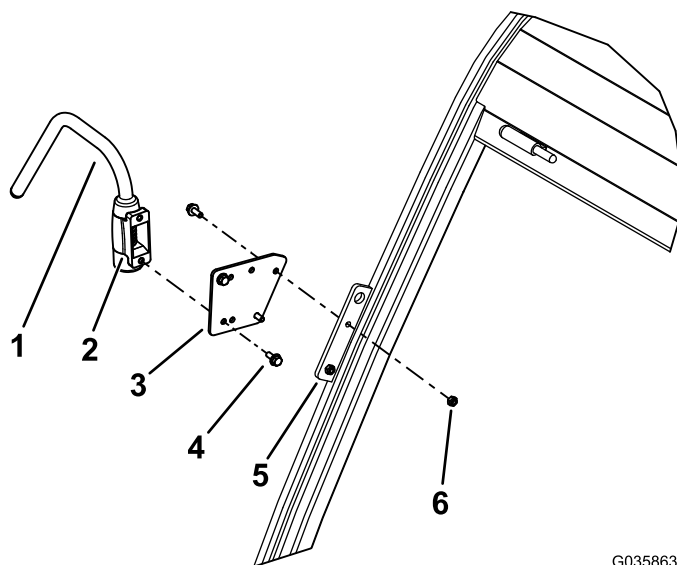

図 3
2. サポートアームの取り付けブラケットを、延長ブラケットと、キャブのピラー Aにあるミラーブラケットに合わせる 図 3。
3. 図 3のように、延長ブラケットをミラーブラケットに固定するフランジヘッドボルト M6 x 16 mm 2本とロックナット M6 2個を使用する。
4. 図 3のように、サポートアームをピラーに固定するフランジヘッドボルト M6 x 16 mm 2本を使用する。